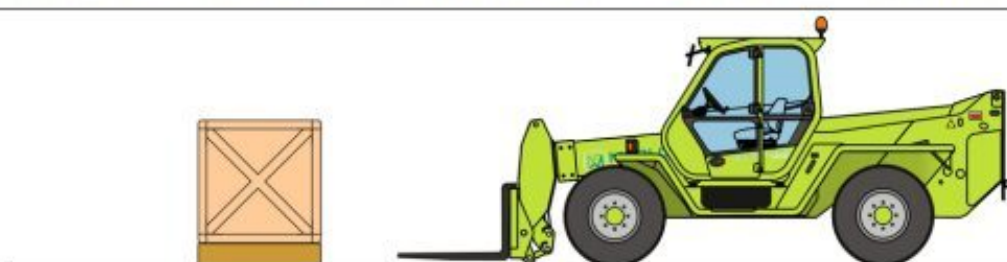
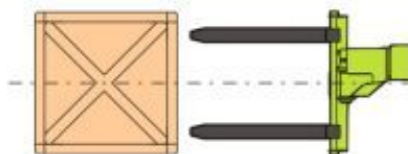

Fig.4
Fig.5
- die Maschine in Nähe der anzuhebenden Last bringen, bei vollständig eingefahrenem Hubarm und horizontal positionierten Gabeln (Abb. 4)
- den Wähler der Gangschaltung (19) und den Wähler der Fahrtrichtung (20) in Position "N" bringen
- die Breite und die Zentrierung der Gabeln im Verhältnis zum anzuhebenden Gewicht einstellen (Abb. 5)
- Druck und Verschleißzustand der Reifen (Abb. 4)
- Vorhandensein, Funktionsweise und guter Zustand des Sicherheitsgurts (Abb. 5)